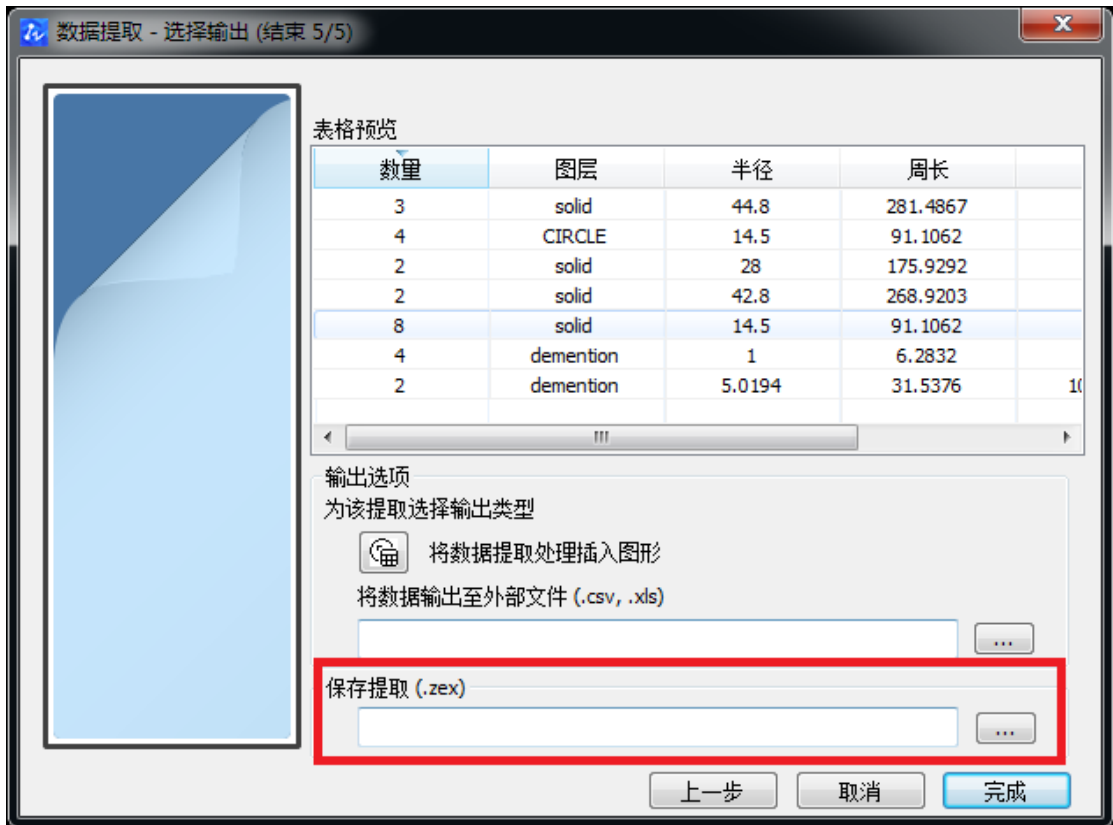

图 9-44 “数据提取-选择输出”对话框
b) 在最后一步“数据提取-选择输出”对话框中,点“保存提取(.zex)”处,点击旁边的 \dots 按钮,如图 9-44 所示